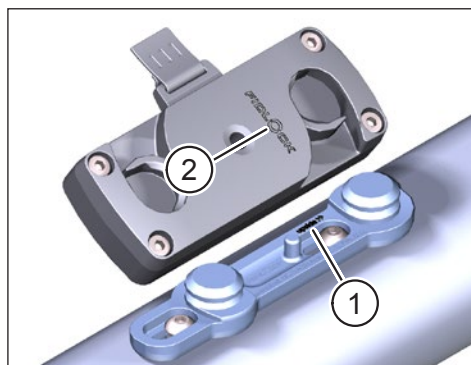

Fig. 2: Orientation du FIDLOCK® Bike Base et du FIDLOCK® Force Connector
- Lors du montage, tenir compte de l'inscription „**upside >>**“ (élément 1 Fig. 2) gravée sur le FIDLOCK® Bike Base. Le bord supérieur du logo FIDLOCK® (élément 2 Fig. 2) sur le FIDLOCK® Force Connector doit être orienté dans le sens de la flèche „**upside >>**“.